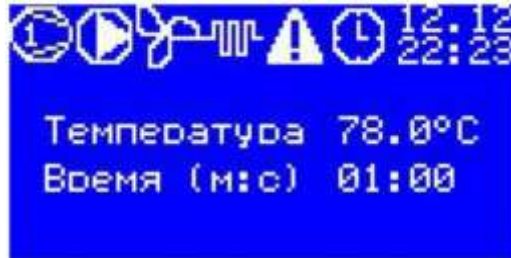

Рис. 8 - Главный экран
- в режиме главного экрана (см. Рис. 8), на котором отображается текущая информация о состоянии системы (текущая температура камеры, заданное время прохождения камеры, информация о работающих устройствах или наличие аварий) нажмите один раз клавишу ВНИЗ (ВВЕРХ) - появится экран изменения уставки температуры. При нажатии клавиши ВНИЗ (ВВЕРХ) два раза появится экран изменения уставки времени прохождения камеры;